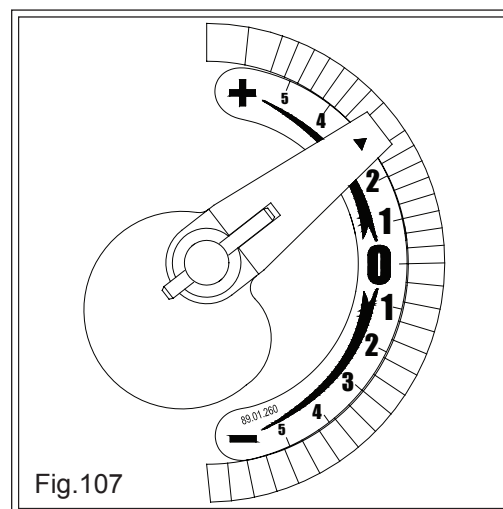

Fig. 107
- se houver falhas, deverá posicionar a alavanca do seletor para o lado + (positivo) (Fig. 107)